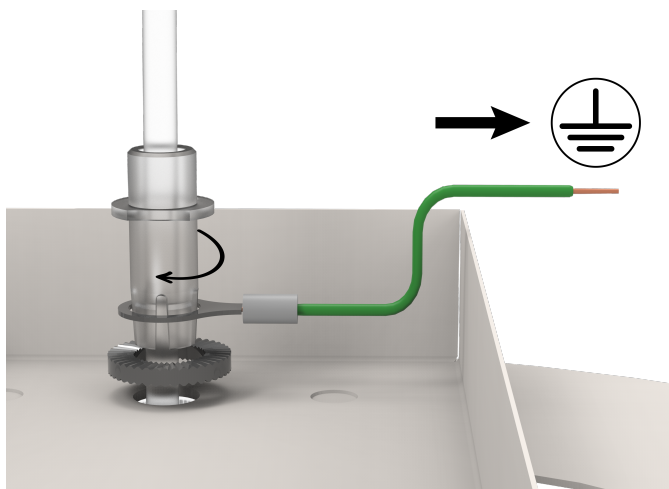

Рис.1
5. Подвести выведенный провод от светильника к источнику питания (Рис. 2) и подключить белый провод в клемму "+", серый провод в клемму "-". Провод заземления от короба необходимо установить между контргайкой и зажимом декоративного провода, а затем подключить в колодку заземления (Рис. 1);